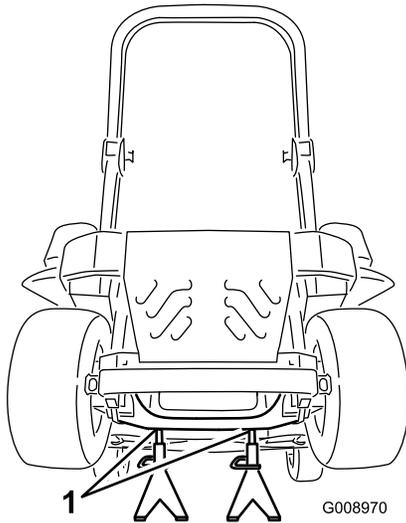

Bild 91
3. Heben Sie die Maschine an und stützen Sie sie mit Achsständern ab (Bild 91).
9. Entfernen Sie die Achsständer und senken Sie die Maschine ab (Bild 91).